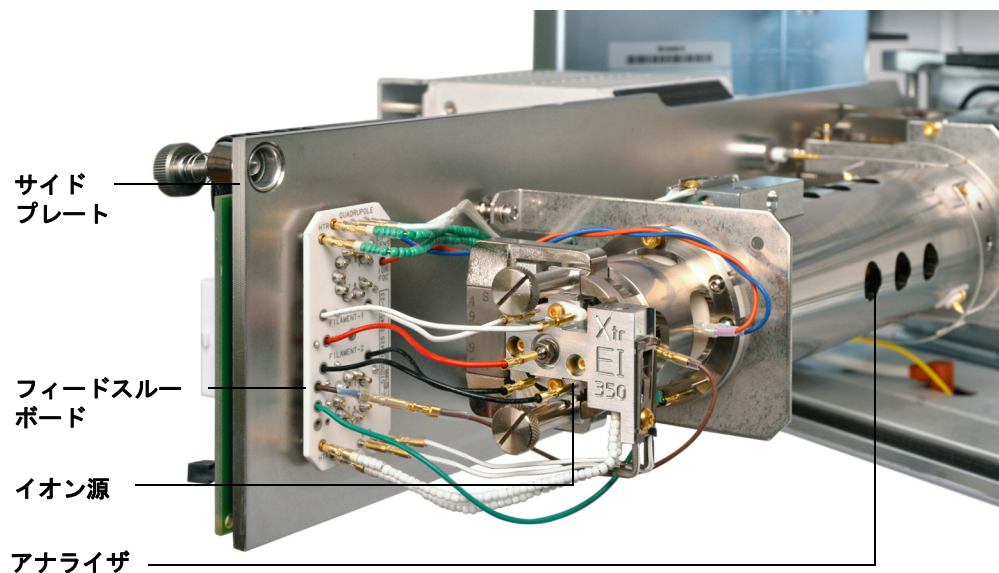

図 20 アナライザチャンバー
- 3 フロントアナライザのサイドプレートのつまみねじ (図 20) がきつく締まっている場合、緩めます。